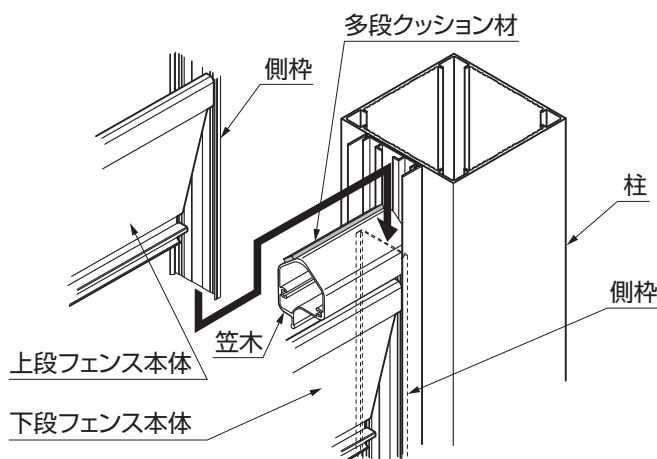

図5-5
- 上段フェンス本体の側枠を下段フェンス本体の笠木と柱のすき間に差込んでください。(図5-5参照)
- ⑤上段フェンス本体を【1-1】で柱に固定してください。
- ⑥サニーブリーズフェンス取付枠にサニーブリーズ枠端部キャップを差込み取付けてください。